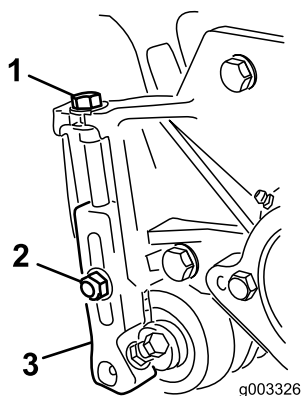

図 24
1. 刈り高アームをカッティングユニットのサイドプレートに固定しているロックナットをゆるめる 図 24。